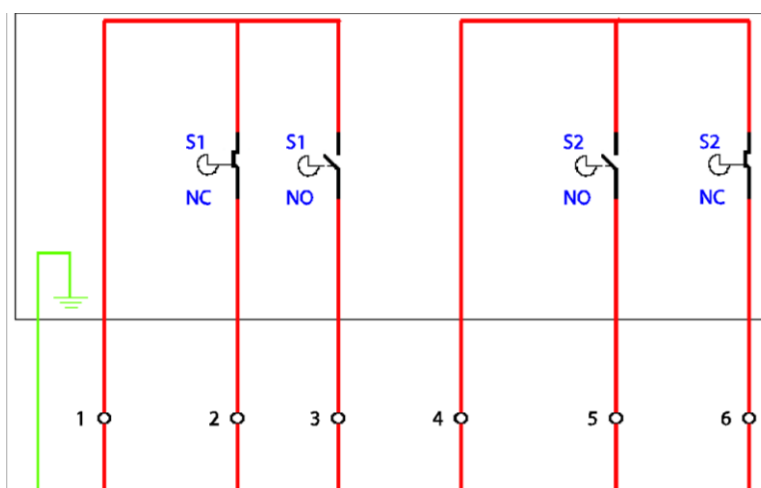

Figure 4.5.i Schéma de câblage de l'interrupteur d'extrémité
5. Câblez l'ESPU en fonction de la vanne. Il est nécessaire de fournir l'interrupteur de fin de course. Voir le schéma de câblage de l'interrupteur de fin de course à la figure 4.5.i
Les interrupteurs de fin de course sont montés sur l'extrémité des vannes sur mesure (veuillez contacter Autoflame pour la fabrication des vannes sur mesure) qui sont fixées aux soupapes à air et à carburant et mises en service en fonction de l'utilisation des interrupteurs de fin de course. Un commutateur de fin de course comprend deux commutateurs, comme illustré à la figure 4.5.i. Chacune comprend une mise à Terre et 6 connexions à câbler selon les besoins. Les commutateurs S1 et S2 sont configurés conformément aux spécifications sur site. Celles-ci sont ensuite câblées dans l'une ou les deux bornes 80, le verrouillage de la position de départ et le verrouillage de la position de purge de la borne 81.